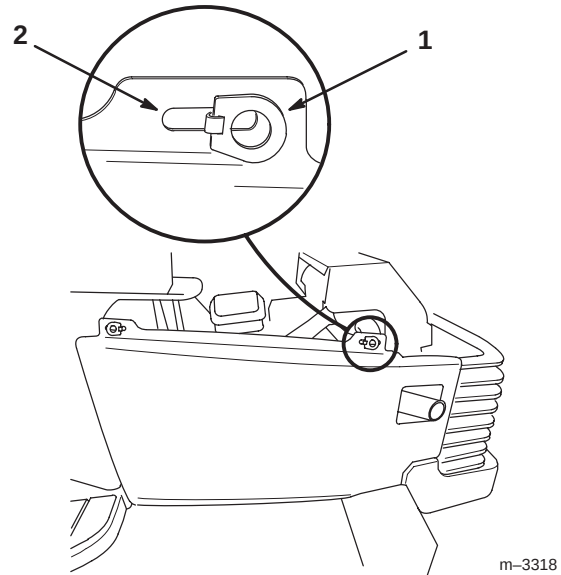

Figure 3
- A. Soulevez et tournez chacun des verrous du panneau latéral à 90° jusqu'à ce qu'ils se trouvent en face de la fente (Fig. 3).